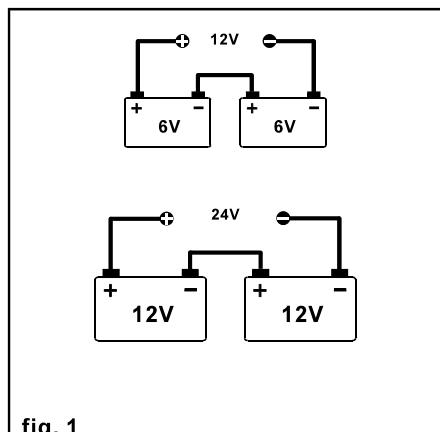
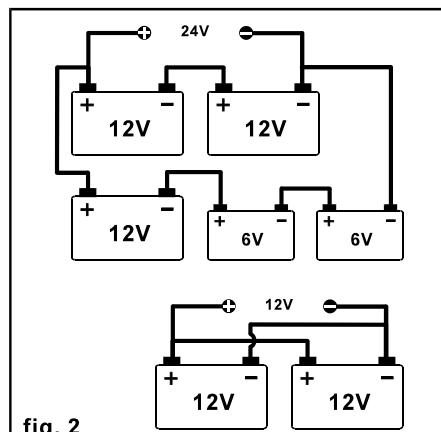

fig. 1
fig. 2
Debiendo cargar más de una batería conjuntamente, cuando es posible, es preferible el enlace en serie (ver fig. 1). En el caso de enlace en paralelo (fig. 2) la corriente de carga para cada batería es transmitida por la corriente medida por el instrumento (amperímetro) del carga batería dividido por el número de baterías en paralelo. Baterías azufreadas, con elementos perjudicados o en cortocircuito provocan indicaciones erróneas del amperímetro del carga baterías.
- Las baterías deben ser cargadas con las tapas de los elementos aflojados (fig. 1).
- El nivel del electrolito debe ser más alto de los separadores en unos milímetros (fig. 2).